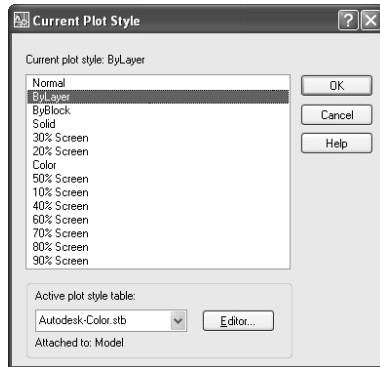

Рис. 9.14. Диалоговое окно **Current Plot Style**
тивная таблица стилей печати) — рис. 9.14, а затем щелкните по кнопке **Editor** (Редактор);
- выберите в диалоговом окне **Current Plot Style** (см. рис. 9.14), которое открывается после запуска команды PLOTSTYLE (ПСТИЛЬ), таблицу стилей печати из раскрывающегося списка **Active plot style table** (Активная таблица стилей печати), а затем щелкните по кнопке **Editor** (Редактор);